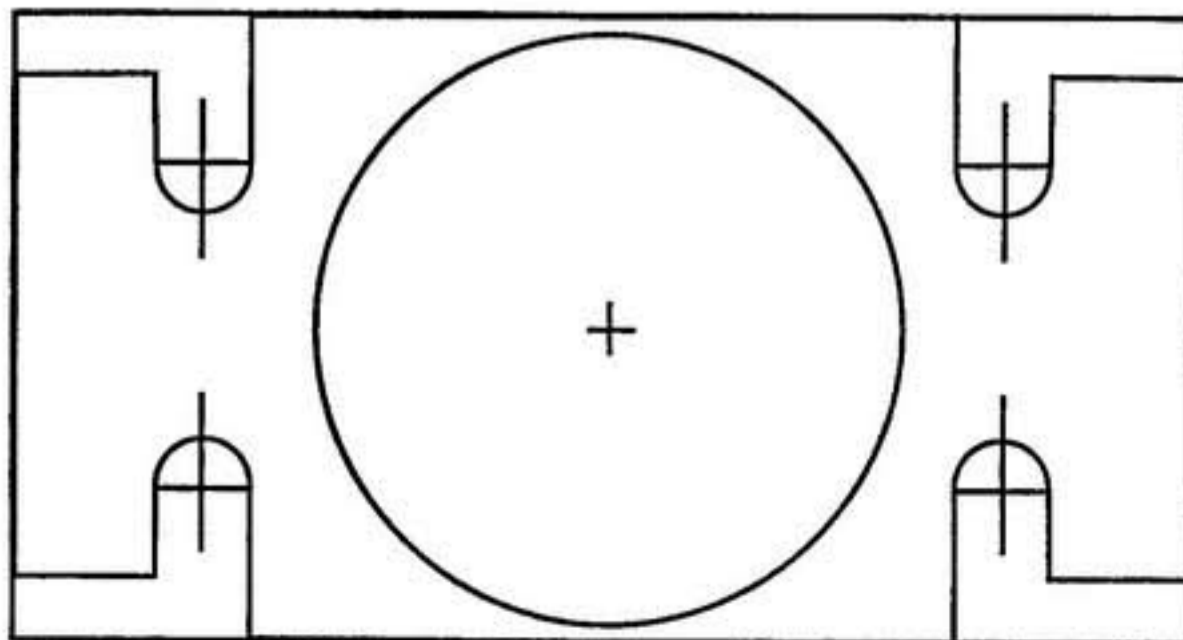

Рис. 145
1. Вы знаете, что начинать надо с разметки. Поэтому вырезанный шаблон изделия (рис. 150) наложите на пластину размерами $250 \times 160 \times 50$ мм и обведите карандашом. Круг разметьте с помощью циркуля, наколов центр его иглой через шаблон (рис. 145).